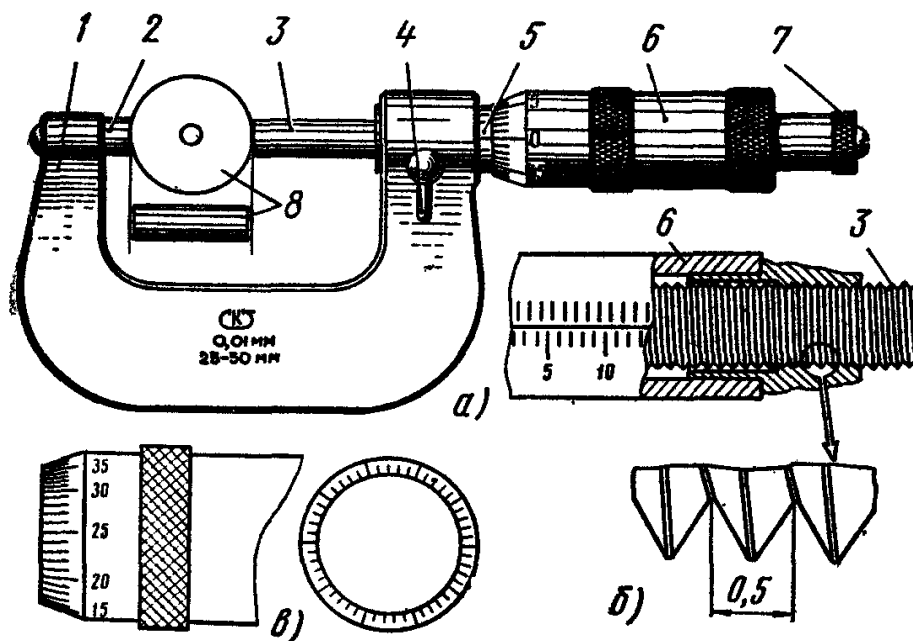
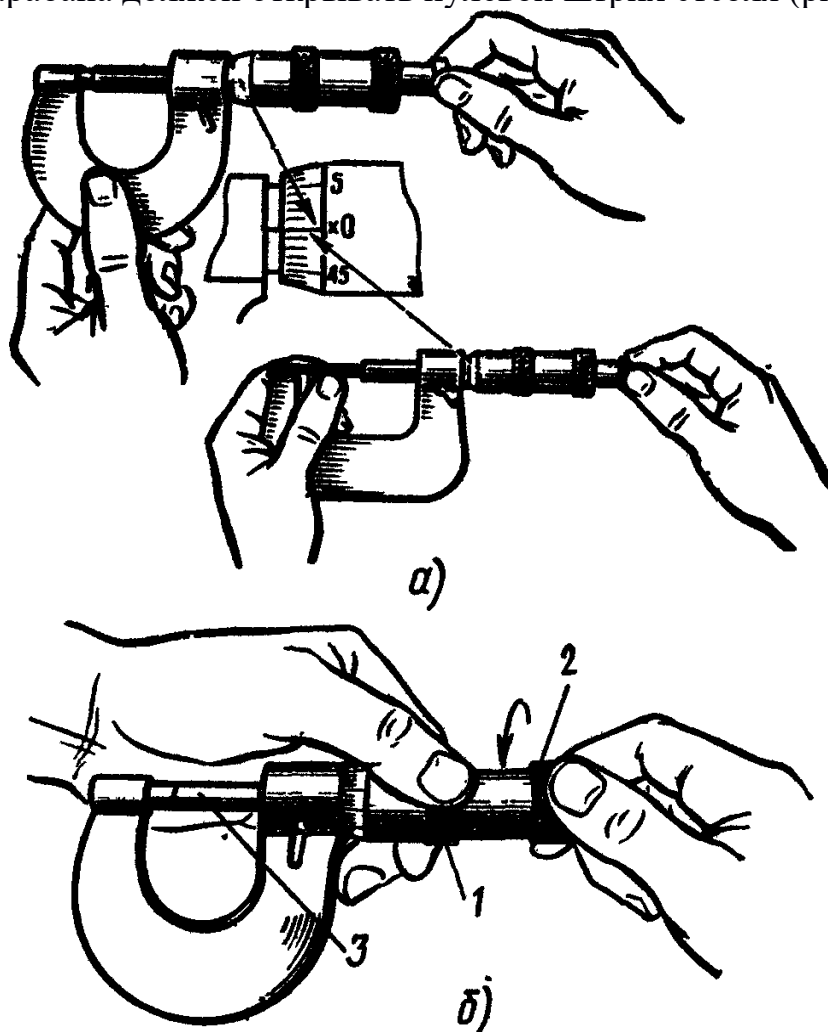

Рис. 12. Микрометр МК:
Рис. 13. Установка нулевого положения микрометра МК
Микрометры с верхним пределом измерений 50 мм и более снабжаются установочными мерами δ (рис. 12). Микрометры с верхним пределом измерений более 300 мм имеют подвижные пятки, обеспечивающие возможность измерений любого размера в пределах данного микрометра.
1. Изучить конструкцию микрометра МК (рис.12, а).
2. Ознакомиться с устройством и назначением нониуса (рис. 12, в):
- б) микрометрический винт 3, шаг которого равен 0,5 мм, связан с барабаном 6. Коническая часть барабана разделена по окружности на 50 равных частей (нониус на рис. 12, в);
- с) за один оборот микрометрический винт 3 перемещается вдоль оси на шаг резьбы (рис.12, б). При повороте на одно деление микрометрический винт 3, соединенный с барабаном 6, перемещается вдоль оси на $1/50$ шага, т.е. $0,5:50=0,01$ мм, являющейся ценой деления микрометра.
3. Установка нулевого положения нониуса (рис. 13):
- а) нулевое положение микрометра проверить перед измерением: у правильно отрегулированного микрометра пятка 2 и винт 3 (см. рис. 12) должны соприкасаться с измерительными поверхностями установочной меры 8 или непосредственно между собой (при пределах измерения диаметра 0 – 25 мм), а нулевой штрих барабана должен совпадать с продольным штрихом стебля, при этом скос барабана должен открывать нулевой штрих стебля (рис.13, а);
- ослабить колпачок 2, связывающий барабан с микроскопическим винтом, придерживая левой рукой за поясок 1 (рис. 13, б);
- освободить барабан от сцепления с винтом и повернуть его до совпадения нулевого штриха на скосе барабана с продольным штрихом стебля (рис. 13, а);